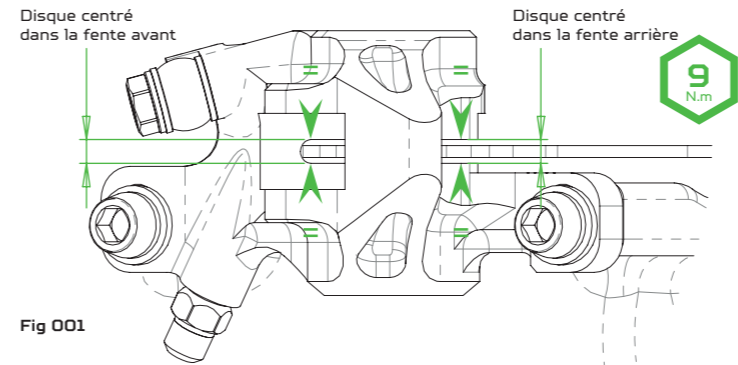

Fig 001
**004** Aux deux extrémités de l'étrier, ajustez sa position afin qu'il soit parfaitement placé, symétriquement par-rapport à la tranche du disque. (Illustration Fig 001). Serrez ensuite les 2 vis M6 à l'aide d'une clef Allen de 5mm. Couple de serrage recommandé : **8-9 N.m.**